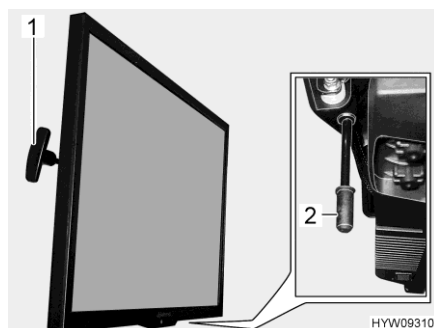

Fig. 92 Schermo piatto
- Tirare la maniglia (Fig. 92,1) e tenerla in posizione. Lo schermo piatto è sbloccato.
- Tirare la maniglia (Fig. 92,2) verso il basso e tenerla in posizione. Lo schermo piatto è sbloccato.